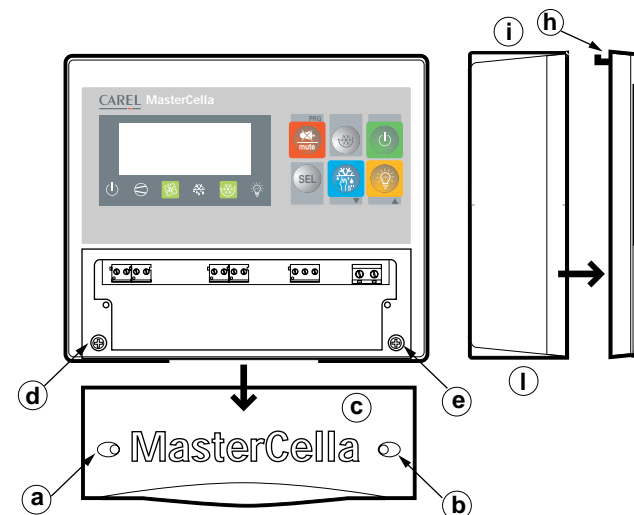
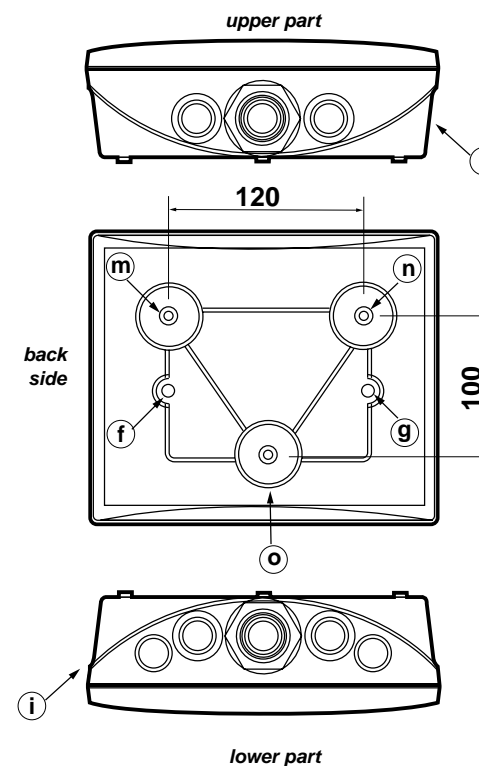

Fig. 2
Fig. 3
- Fjern de to skruer i front (fig. 2, a, b) og fjern frontdækslet (fig. 2, c).
- Fjern de to skruer (fig. 2, d, e) der holder den bageste og forreste del af MasterCella sammen og adskil de to dele.
- Lav to huller i den bageste del (i den perforerede del – fig. 3, f, g).
N.B.: Det er nødvendigt at fjerne de to øverste fastgøringstapper (fig. 2, h) på den forreste del, før montering på panelet. Lav et hul øverst (fig. 2, i) eller nederst (fig. 2, l) i den bageste del til kabel. Den fastsatte diameter er PG9 (diam. 16 mm) til PG21 (diam. 29 mm). Hullerne laves bedst med bor eller fræser. Forbind kablerne med klemmerækken. Til sidst sættes skruerne (fig. 2, c) og derefter frontdækslet på igen (fig. 2, c).
- Afmonter de to forreste skruer (fig. 2, a, b) og fjern frontdækslet (fig. 2, c).
- Afmonter de to skruer (fig. 2, d, e) der holder den forreste og bageste del af MasterCella sammen og adskil de to dele.
- Når det er besluttet, hvor kanal eller kabel skal være (for oven eller for neden) og de tilsvarende huller (i den perforerede del, fig. 2, i, l) til kabelskinne eller rørholder er boret, laves der 3 huller (fig. 3, m, n, o) på bagsiden af MasterCella kabinettet og i væggen.
- Sæt de medleverede dyvlere i hullerne i væggen og sæt bagsiden af MasterCella fast på væggen med de 3 skruer (fig. 3, m, n, o) og de tilhørende O-ringe.
- Monter frontdelen, men vær opmærksom på placeringen af de to øverste tapper (fig. 2, h) og isætningen af de to skruer (fig. 2, d, e) (tryk ikke for hårdt for ikke at ødelægge plastikken).
- Luk dækslet (fig. 2, c) efter kablerne er forbundet med klemmerækken.